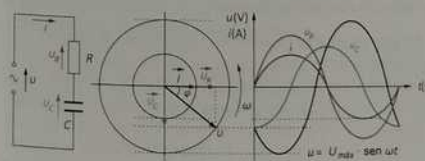

Figura 4.14. Circuito eléctrico RC. Diagrama vectorial y senoidal.
Se considera un circuito RC al compuesto por una resistencia (R) y un condensador (C) en serie conectado a un generador de corriente alterna (Figura 4.14). En él se produce, como ya sabemos, un desfase donde la corriente se adelanta a la tensión, o lo que es lo mismo, la tensión se retrasa respecto a la corriente, pero su valor ahora no será de 90° .